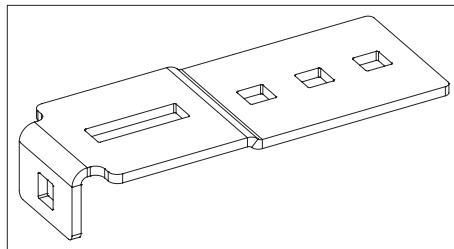
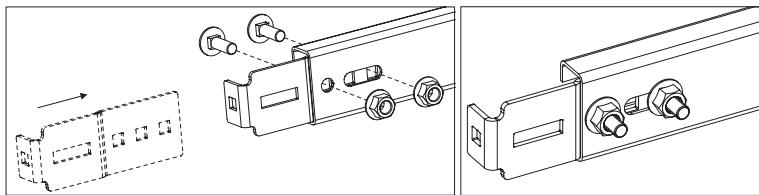

Рис. 7.4. Кронштейн мерной планки
Рис. 7.5. Установка кронштейна мерной планки
- Собрать мерную планку, для чего установить с торцов перемычки кронштейны мерной планки (рис.7.4) и закрепить их при помощи двух болтов M8x25 с полукруглой головкой и гаек с буртиком (рис.7.5).